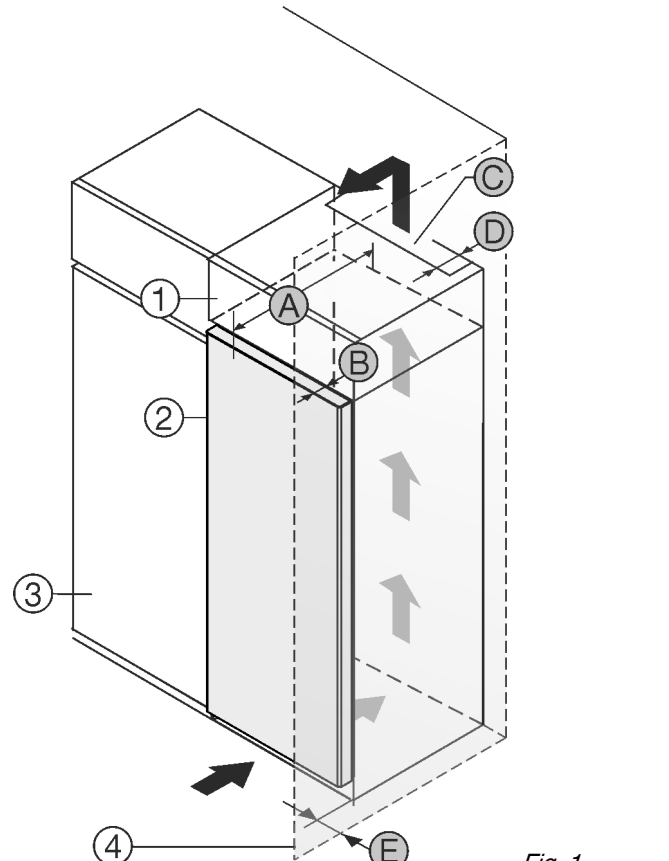

Fig. 1
Příklad nainstalujte přímo vedle kuchyňské skříňky Fig. 1 (3).*
Na zadní straně nastavné skříňky musí být větrací šachta hluboká Fig. 1 (D) přes celou šířku nastavné skříňky.
Pod stropem místnosti musí být dodržen větrací průřez Fig. 1 (C).
Když se přístroj instaluje závěsy vedle stěny Fig. 1 (4), musí být vzdálenost mezi přístrojem a stěnou minimálně 13 mm.
Aby bylo možné dvířka plně otevřít, musí přístroj přesahovat o hloubku dvířek Fig. 1 (B) vůči přední linii kuchyňské skříňky. V závislosti na hloubce kuchyňských skříňek Fig. 1 (3) a použití vymezačů odstup od stěny může přístroj vyčnívat dále.*